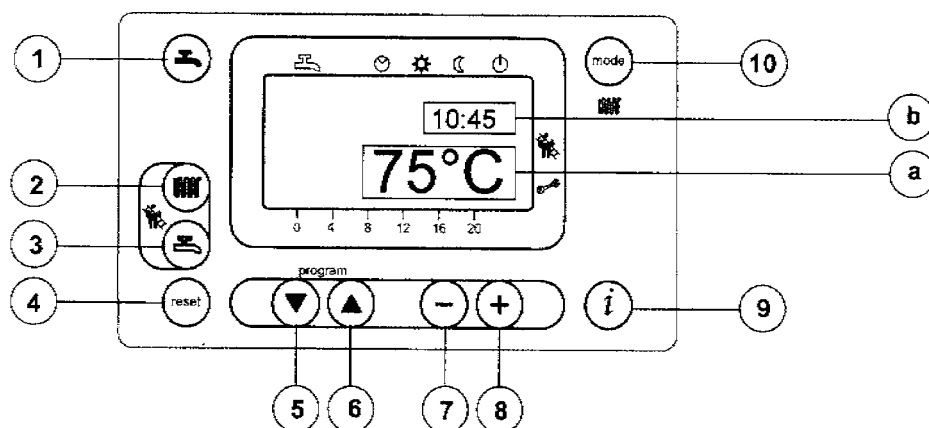

Рис.1
- Для установки значения температуры воды системы отопления нажмите кнопку (поз. 2 Рис. 1);
- нажмите одну из кнопок (поз. 1 или 10 Рис. 1) для запоминания значения и возврата в основное меню.
- Для установки максимального значения температуры воды системы ГВС нажмите кнопку (поз. 3 Рис. 1);
На основном дисплее (Рис. 1а) одновременно с кодом неисправности высвечивается символ  (Рис. 4).
На дополнительном дисплее (Рис. 1б) индикация неисправности происходит при помощи попеременно сменяющихся друг друга кода неисправности и значения времени. В данном случае перезапуск котла возможен только после устранения причины неисправности.